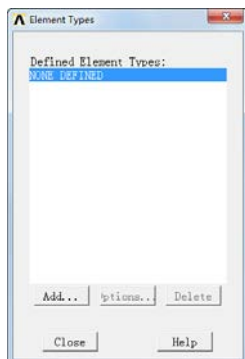
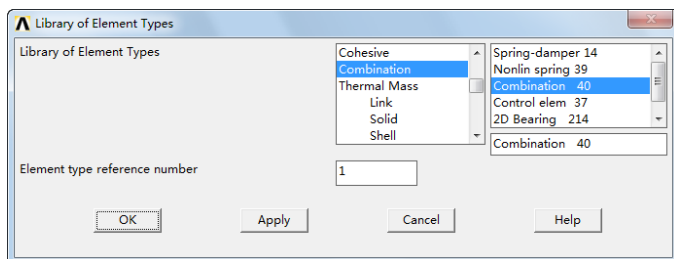
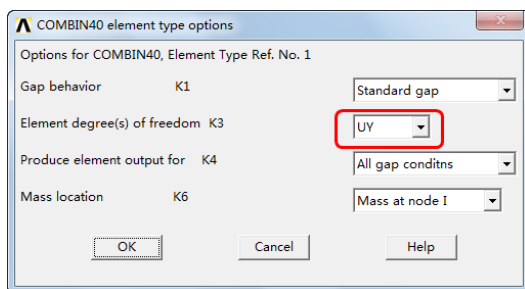

图 14-11 “Element Types”对话框
图 14-12 “Library of Element Types”对话框
图 14-13 “COMBIN40 element type options”对话框
②定义单元类型：Main Menu > Preprocessor > Element Type > Add/Edit/Delete，弹出“Element Types”对话框，如图 14-11 所示，单击“Add”按钮，弹出“Library of Element Types”对话框，在左面列表框中选择“Combination”，在右面的列表框中选中“Combination 40”，如图 14-12 所示，单击“OK”按钮，回到图 14-11 所示的对话框。
③定义单元选项：在图 14-11 所示的对话框中单击“Options”按钮，在弹出的对话框的“Element degree(s) of freedom K3”后面的下拉列表中选择“UY”，如图 14-13 所示，单击“OK”按钮，回到图 14-11 所示的“Element Types”对话框，单击“Close”按钮关闭该对话框。